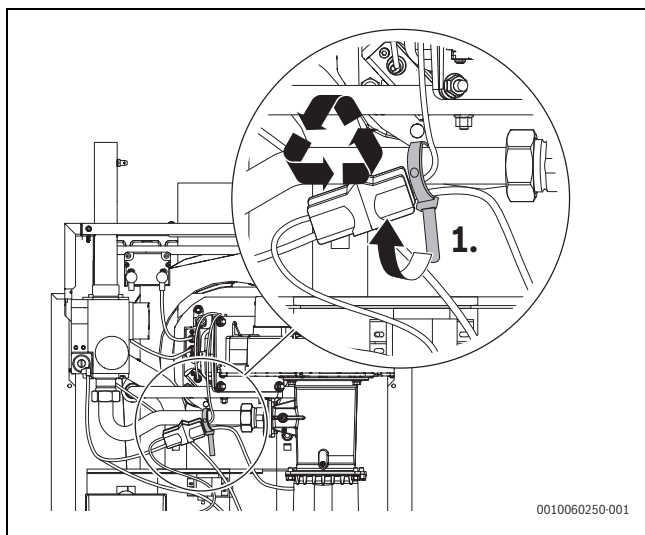

Fig. 4 Løsning og afmontering kabelbinderne
- ▶ Løsn og afmonter kabelbinderne. Gem dem for at bruge dem igen, når det nye gasrør monteres (→fig. 4, [1]).